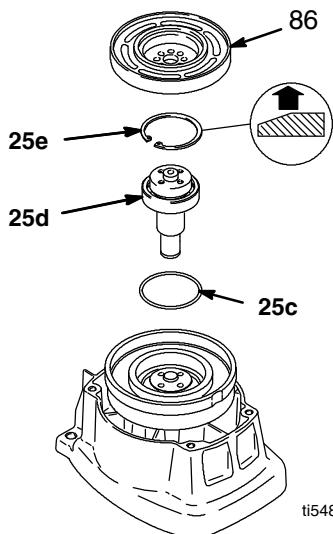

Рис. 6
7. См. Рис. 6. Снимите стопорное кольцо (25e).
- См. Рис. 6. Проверьте уплотнительное кольцо (25c) и, в случае его отсутствия или повреждения, замените.